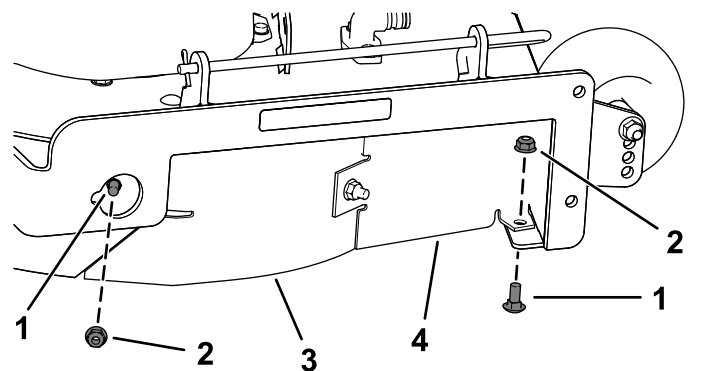

Figura 14
7. Îndepărtați cele 2 uruburi de fixare (5/16" x 3/4") i cele 2 contrapiulițe (5/16") care fixează deflectorul drept i protecția deflectorului pe puntea mainii de tuns iarba (Figura 14).